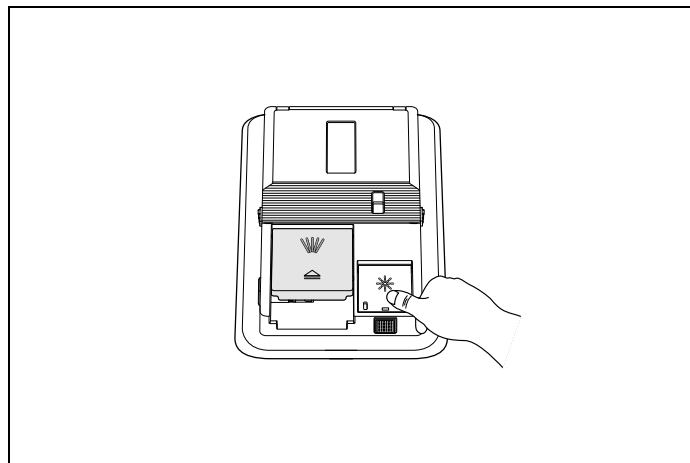

Fig. 73
- 3) Stäng locket tills det klickar Fig. 73 .